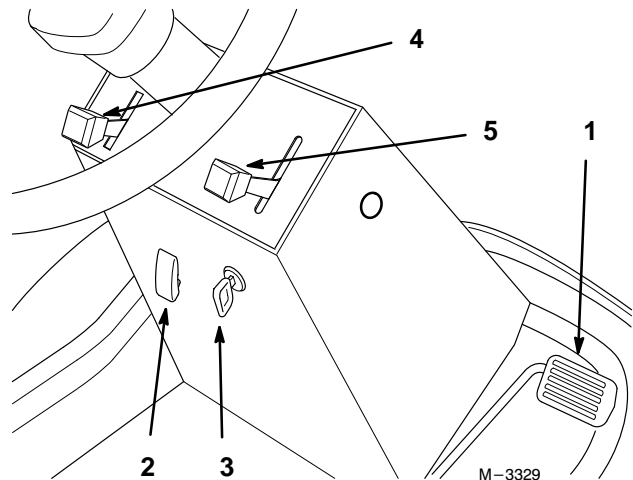

Abbildung 8
1. Den Druck vom Radantriebspedal nehmen, um die Fahrt zu stoppen (Abb. 8).
2. Zum Einrücken die Abdeckung anheben und den Mähwerkschalter auf Position "ON" stellen (Abb. 8).
1. Durch Schließen der Abdeckung wird der Mähwerkschalter auf Position "OFF" gestellt (Abb. 8).
1. Um vorwärts zu fahren, den Fuß auf das Radantriebspedal stellen (Abb. 8).
3. Langsam auf den oberen Teil des Antriebspedals drücken, um vorwärts zu fahren (Abb. 8).
1. Um rückwärts zu fahren, den Fuß auf das Radantriebspedal stellen (Abb. 8).
3. Langsam auf den unteren Teil des Antriebspedals drücken, um rückwärts zu fahren (Abb. 8).